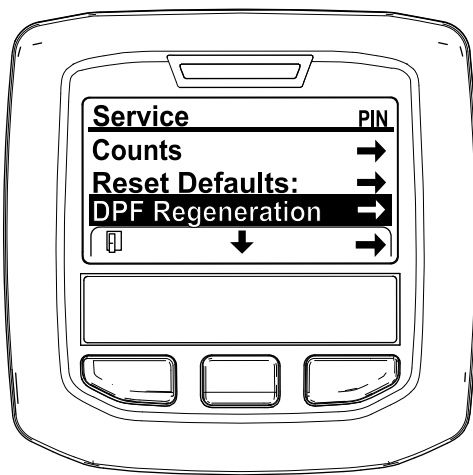

図 27
3. 整備メニューSERVICE MENUで、中央ボタンを押してDPF 再生DPF REGENERATIONへ移動し、右ボタンでDPF 再生DPF REGENERATIONを選択する 図 27。